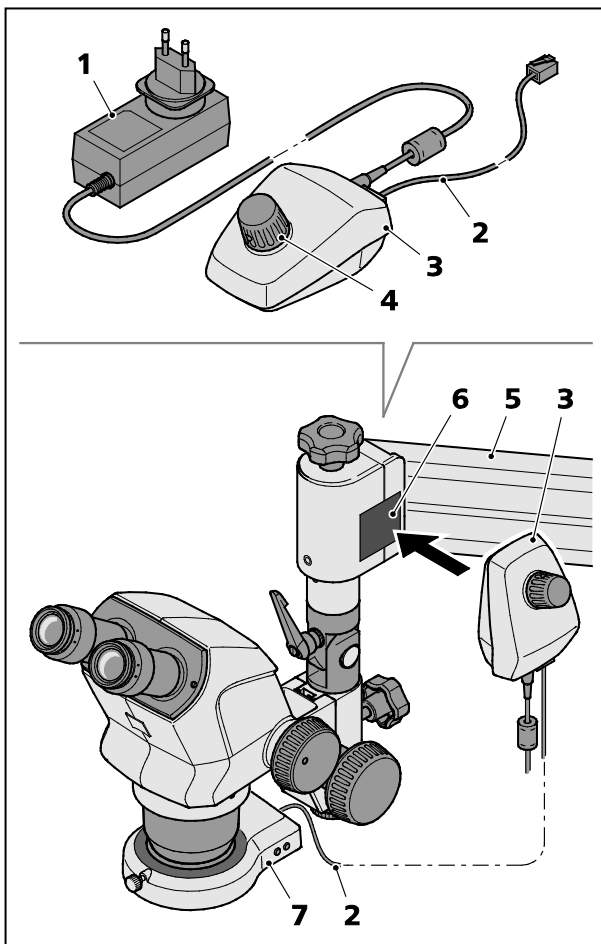

Bild 11 Controller K LED installieren
- Ringleuchte (Bild 11/7) am Vorsatzsystem anklammern.
- Die Magnetplatte (Bild 11/6) mit der klebenden Seite am Federgelenkarm U (Bild 11/5) befestigen.
- Ringleuchte (Bild 11/7) und Controller K (Bild 11/3) mit Anschlusskabel (1 m Länge) (Bild 11/2) verbinden.
- Den Controller K an die Magnetplatte (Bild 11/6) ansetzen.
- Den Controller K mittels Netzteil (Bild 11/1) an das Netz anschließen.
Durch Drücken des Drehknopfes (Bild 11/4) die Ringleuchte einschalten und durch Drehung des Knopfes die Beleuchtungsintensität regeln.